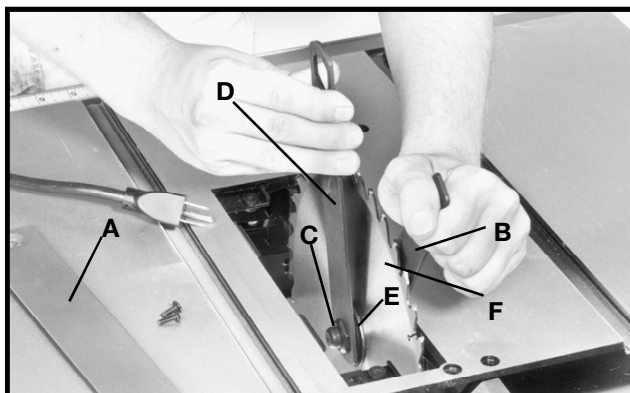

Fig. 44
1. Relever la lame de la scie au maximum puis retirer l'insert de table (A) fig. 44.
2. À l'aide de la clé à fourche (B) fig. 44, positionner l'extrémité ouverte de la clé sur les méplats de la bride interne de la lame pour empêcher la rotation de l'arbre de la scie puis retirer l'écrou de l'arbre (C) avec la clé (D). Tourner l'écrou (C) en sens antihoraire pour le retirer. Retirer la bride externe de la lame (E) et la lame de la scie (F).
3. Assembler la nouvelle lame, s'assurer que les dents pointent vers le bas à l'avant de la table de la scie et assembler la bride externe de la lame (E) fig. 44, et l'écrou d'arbre (C). Serrer l'écrou (C) avec la clé (D) en tournant l'écrou en sens horaire tout en maintenant l'arbre fixe avec l'autre clé (B).